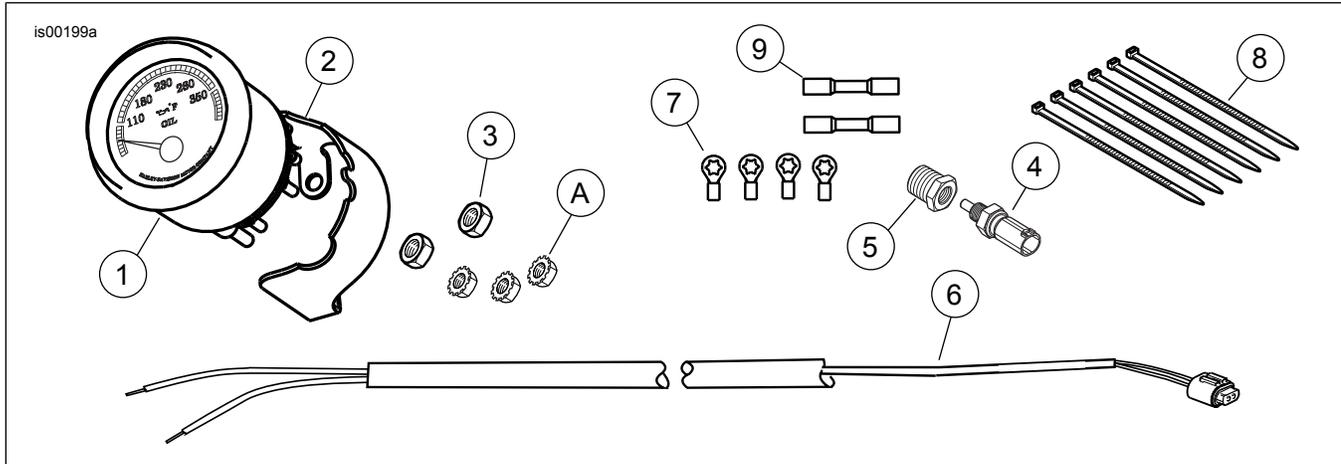

Abbildung 3. Ersatzteile, 51 mm (2 in)-Motoröl-Temperaturanzeige zum Einbau in die Verkleidung.
See Abbildung 3 and Tabelle 2.
1. Siehe Abbildung 3. Die Öltemperaturanzeige (1) aus dem Satz entnehmen. Aus der Fahrerposition heraus die Messuhr drehen, um die Anzeigebeschriftung waagrecht zum Fahrer auszurichten und die Messuhr in die Verkleidung drücken.
2. Von der Vorderseite des Fahrzeugs aus die Befestigungshalterung der Anzeige (2) über die Gewindebolzen der Anzeige schieben, um die Zungen auf der Halterung in der Innenverkleidung einzurasten.
3. Zwei Sicherungsmuttern (3) aufsetzen und auf folgendes Drehmoment anziehen: 1,1–2,3 N·m (10–20 in-lbs).
2. Siehe Abbildung 3. Den Öltemperaturgeber (4) und die Adapterverschraubung (5) dem Satz entnehmen. Die sauberen Gewinde der Adapterverschraubung mit Loctite 565 Thread Sealant beschichten und die Verschraubung in die Rohrverschlussbohrung der Ölwanne einbauen.